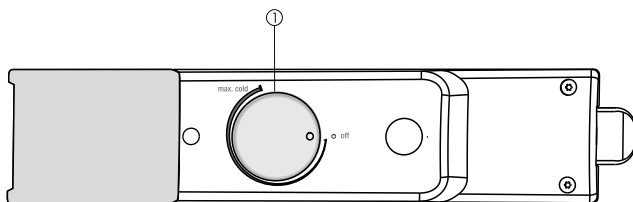

Fig. 2
- Ruotare il regolatore della temperatura Fig. 2 (1) in senso orario in posizione del punto centrale di temperatura tra **off** e **max cold**.
► Ruotare il termostato Fig. 2 (1).